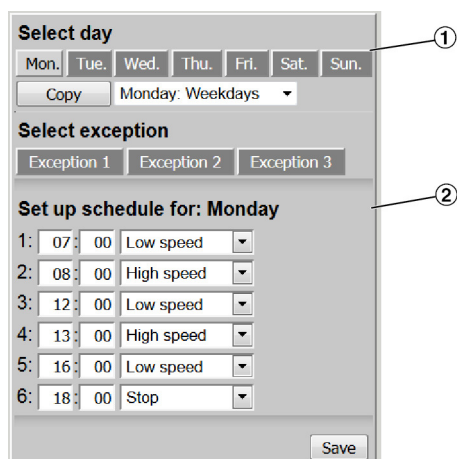

Рис. 46: Настройка ежедневного расписания
- Сначала выберите день недели (Рис. 46/1), затем установите время (1-6) и скорость вентилятора.